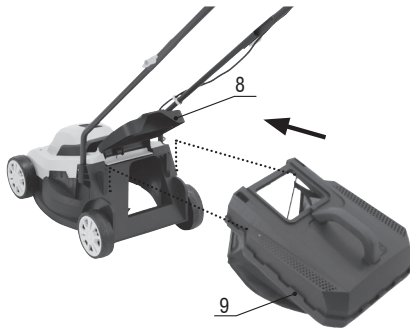

Figura 9 – Montaje del recogedor
e) Abra la tapa de protección (10), alinee los enganches del recogedor y apriete, fijando el recogedor en la máquina (figura 9).